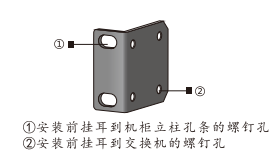

图1-1
- 请操作者佩戴防静电腕带。需确保防静电腕带与皮肤良好接触，并确认防静电腕带已经接地，并且接地良好。如图1-1